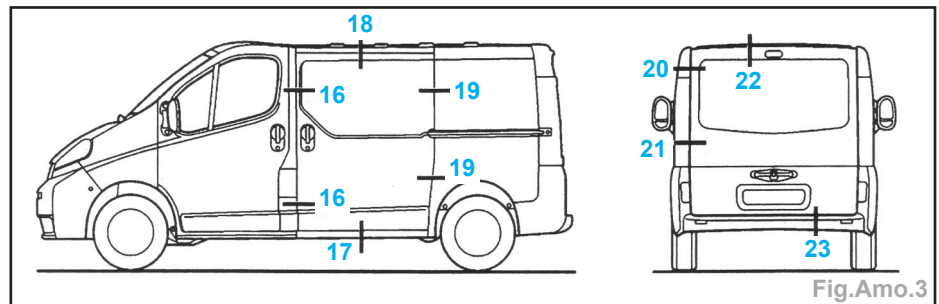

Fig.Amo.3
- Valeurs (en mm) (Fig.Amo.3) :